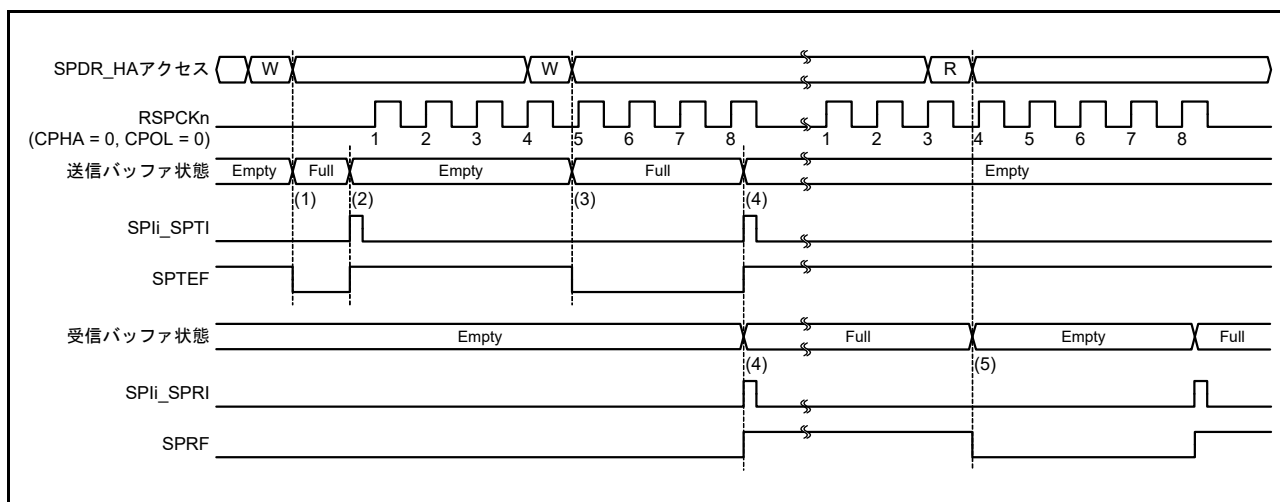
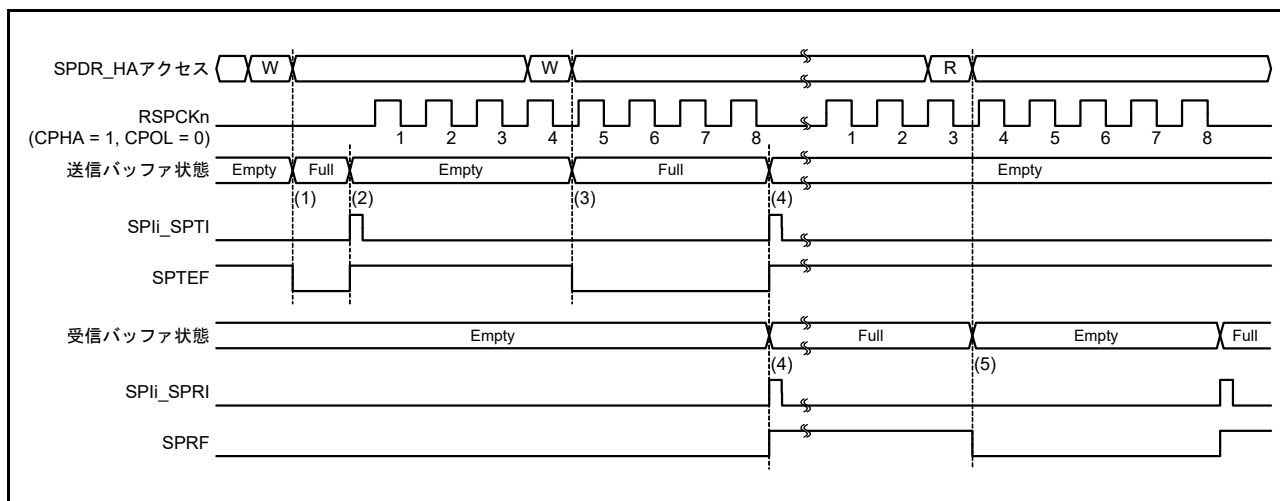

図 36.26 SPIi SPTI および SPIi SPRI 割り込みの動作例 (CPHA = 0、CPOL = 0)
図 36.27 SPIi SPTI および SPIi SPRI 割り込みの動作例 (CPHA = 1、CPOL = 0)
図 36.26 および図 36.27 に、送信バッファエンプティ割り込み (SPIi SPTI) と受信バッファフル割り込み (SPIi SPRI) の動作例を示します。これらの図に記載の SPDR\_HA アクセスは、SPDR\_HA レジスタへのアクセス状況を示しています。W はライトサイクル、R はリードサイクルを示しています。図 36.26 の例では、SPCR.TXMD ビットが 0、SPDCR.SPFC[1:0] ビットが 00b、SPCMDm.CPHA ビットが 0、SPCMDm.CPOL ビットが 0 の設定で、SPI が 8 ビットのシリアル転送を実行しています。図 36.27 の例では、SPCR.TXMD ビットが 0、SPDCR.SPFC[1:0] ビットが 00b、SPCMDm.CPHA ビットが 1、SPCMDm.CPOL ビットが 0 の設定で、SPI が 8 ビットのシリアル転送を実行しています。RSPCKn 波形の下に記載した数字は、RSPCK サイクル数 (= 転送ビット数) を示しています。
以下に、図 36.27 の (1) ~ (5) に示したタイミングでの SPI の動作を説明します。